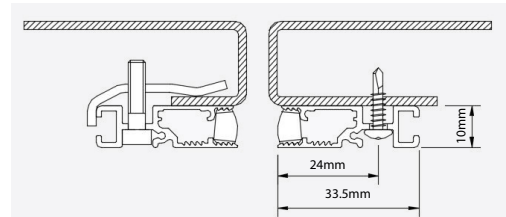

Fig. 1 : E10 avec bride de fixation à gauche (commandée séparément) et vis autotaraudeuse à droite
1. Installez les détecteurs à l'aide des kits de fixation fournis (Cf. Fig. 1). Les brides de fixation doivent être commandées séparément (E10 803).